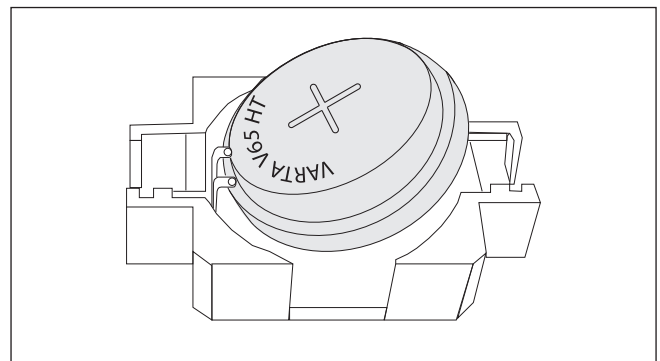

Abb. 11 Akkus korrekt unter die Kontakte einlegen
- Achten Sie beim Einlegen der neuen Akkus auf die richtige Polarität: Plus (+) der Akkus zeigt nach oben (lesbar), der Minus (-) Pol der Akkus nach unten (Abb. 11).
- Achten Sie beim Einlegen der Akkus darauf, die Akkus auf einer Seite unter die Kontakte zu schieben (Abb. 11).